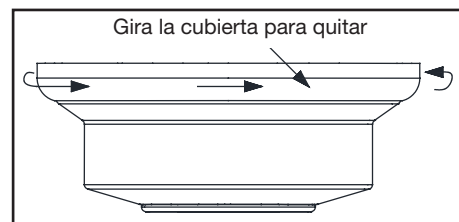

Figura 11
1. Retira el aro de la cubierta, girándolo a la derecha hasta que se libere. (Figura 11)